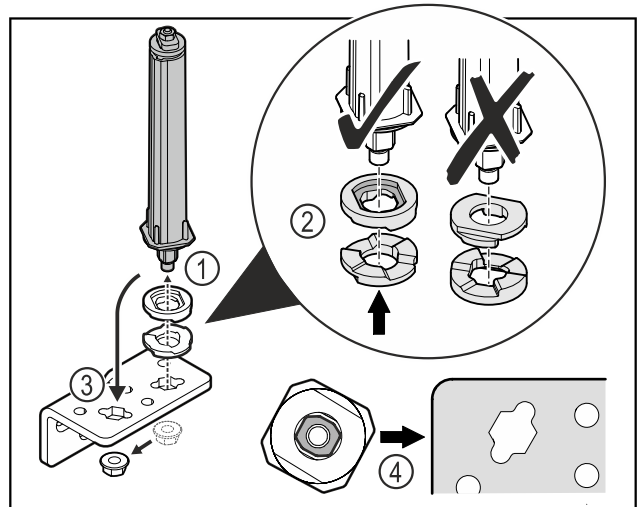

Fig. 40
- ▶ Oldja ki az anyát, és távolítsa el az ajtózáro rendszert Fig. 40 (1).
- ▶ Ügyeljen a magasságállító alátétek helyes beigazítására Fig. 40 (2).
- ▶ Helyezze át az ajtózáro rendszert a zsanéridomban, és rögzítse az anyával Fig. 40 (3).
- ▶ Behelyezéskor ügyeljen az ajtózáro rendszer helyes beigazítására Fig. 40 (4).